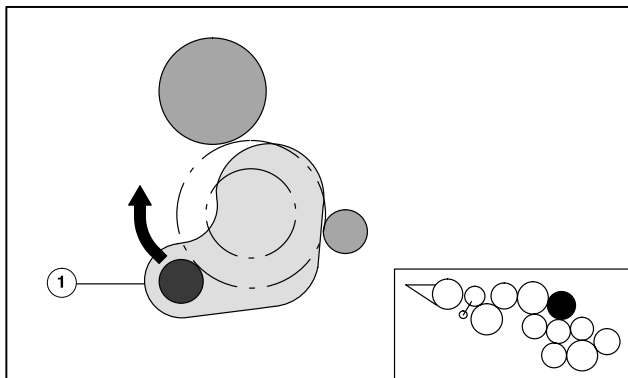

図11 第1インキ着けローラの取り外し
- ❶ 駆動側と操作側のジャーナルボックス(図11/❶)にあるレバーをいっぱい上げて、ローラを上に取り出します。レバーは、ローラを版胴の方向に少し押すと、動かしやすくなります。